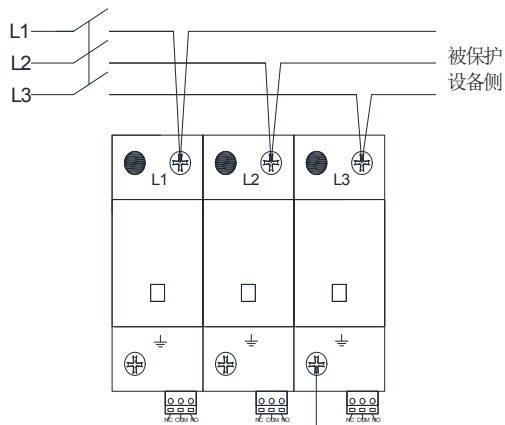
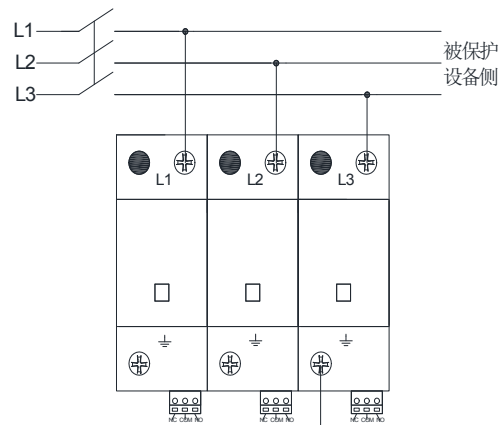

图 6-1 RPM1400-30/30P 接线示意图-V 形接线
图 6-2 RPM1400-30/30P 接线示意图-常规接线
- ◆ 产品采用 35mm 标准导轨安装固定，接线推荐采用图 6-1 所示的 V 形接线时，也可采用如图 6-2 所示的常规的直接并联接线。为实现更好的防护效果，当采用直接并联接线时，接线应尽量短，总长度应控制在 0.5m 以内。